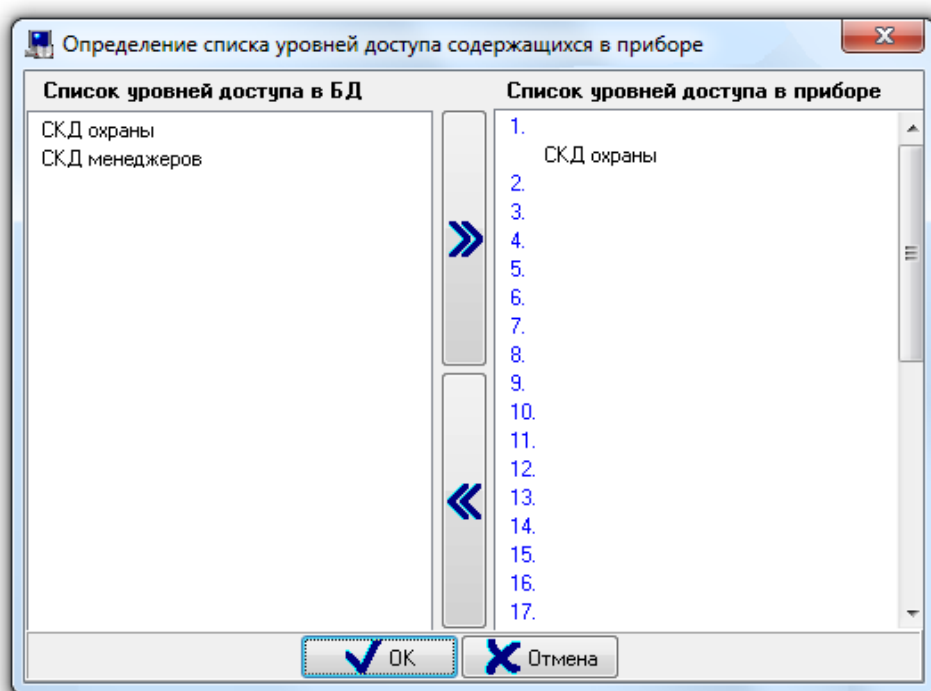

Рисунок 6-876 Диалоговое окно "Определение списка уровней доступа, содержащихся в приборе"
- В появившемся диалоговом окне «Определение списка уровней доступа, содержащихся в приборе» произвести необходимые действия по записи уровней доступа (см. Рисунок 6-876). В диалоговом окне «Определение списка уровней доступа, содержащихся в приборе» слева отображается список уровней доступа базы данных (которые должны храниться в приборе в соответствии с настройками базы данных), а справа уровни доступа, хранящиеся в приборе.